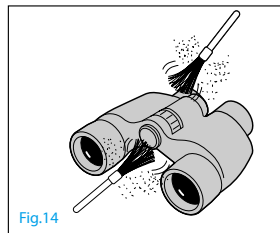

Fig.14
11. Éliminez la poussière coincée entre la bague de mise au point, la bague dioptrique ou toute autre pièce mobile avec un pinceau doux. (Fig. 14)